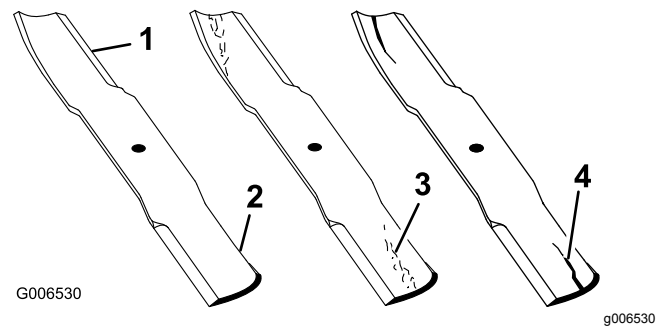

Figura 102
1. Inspeccione los filos de corte (Figura 102).
4. Si observa fisuras, desgaste o la formación de una ranura en esta zona, instale de inmediato una cuchilla nueva (Figura 102).